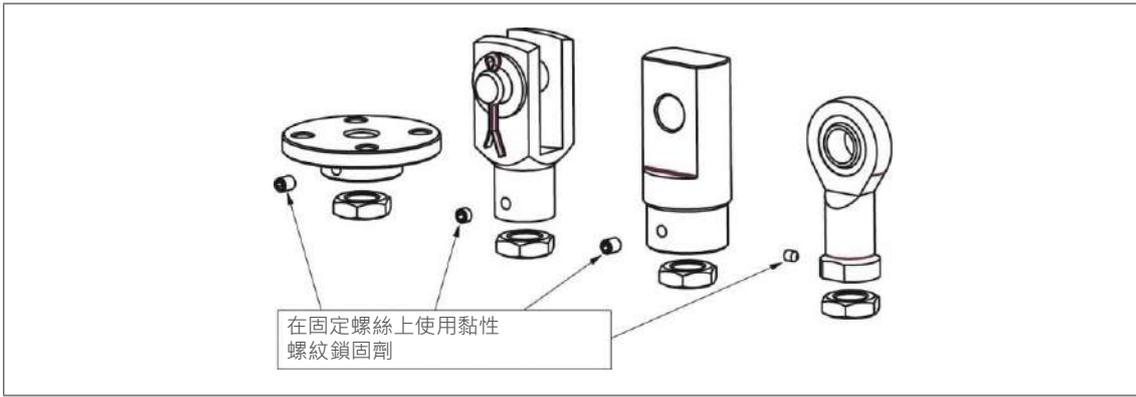

图 7: 调整位置后, 安装各配件如固定法兰、叉端、枢轴支承端、杆端等零件。
3. 使用垫圈(例如DIN 1441 标准)将 ZA 系列 50 和 100 尺寸的螺钉安装到深孔中·装上主轴头(见图7)·用螺纹锁固剂(如 Loctite)固定安全螺丝·装上锁紧螺母(最大尺寸 100)。